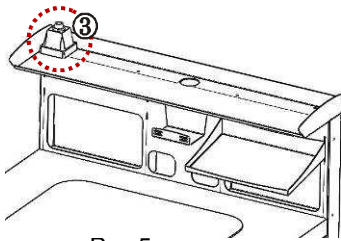
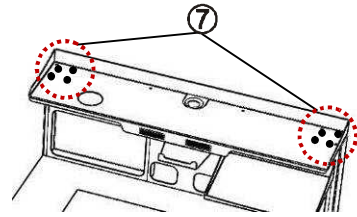

Рис.5
Рис.7
2.3 Примеры крепления пирамиды (3) и фланца (4) приведены, соответственно, на рис.5 и 6 для столов СЗТ МАСТЕР, на столешницах которых предусмотрены отверстия (7) для установки Светильника справа или слева, рис.7.